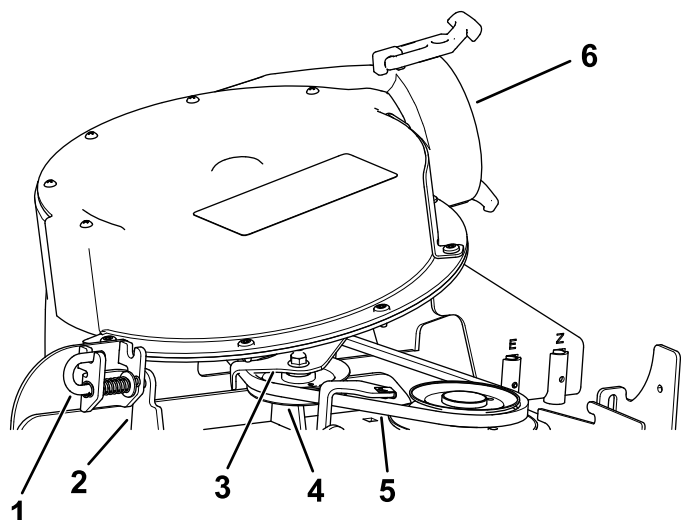

Figure 42
- Déplacez la goupille de verrouillage de la position verrouillée à la position déverrouillée (Figure 42).
- Fermez le ventilateur et alignez la goupille de verrouillage sur le trou dans le support de la goulotte d'éjection (Figure 42).